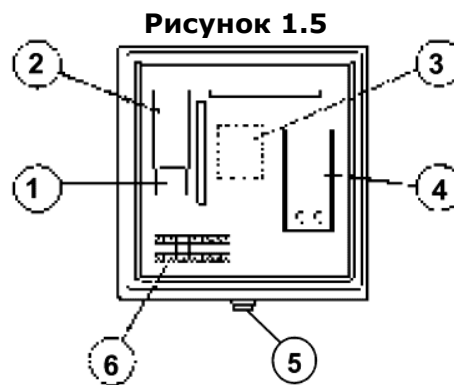

Рисунок 1.5
2.3 Пульт управления (рис. 1.5) содержит: